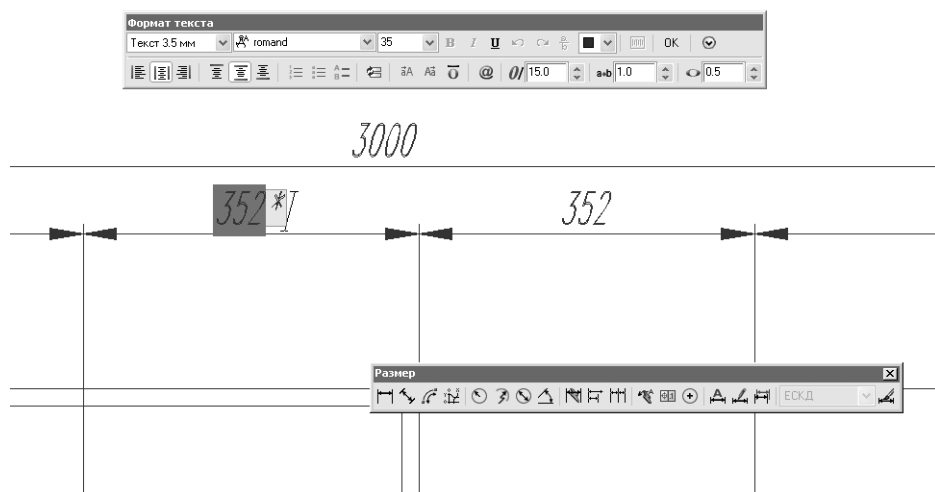

Рис. 11.32 ▼ Редактирование размерной надписи как многострочного текстового объекта
2. Запустите инструмент **Редактировать** (Edit) (например, введите в командном окне **ред (ED)**) и в ответ на приглашение AutoCAD щелкните на одном из двух размеров.
3. AutoCAD перейдет в режим редактирования многострочного текста замените значение **352** значением **352 \***, как показано на рис. 11.32.